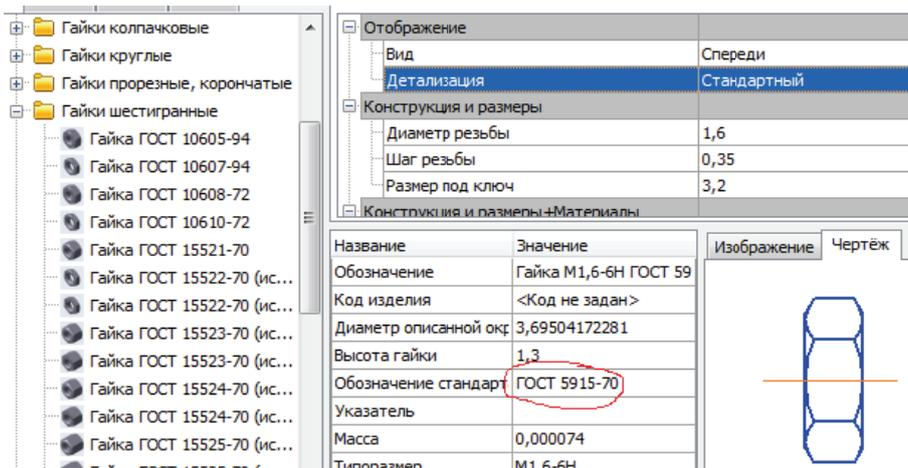

Рис. 5.9
- Вернуться в библиотеку и выбрать гайку, например, М10 ГОСТ 5915-70 (исп. 1). Шаг резьбы = 1,5 мм, как и у болта (рис. 5.9).